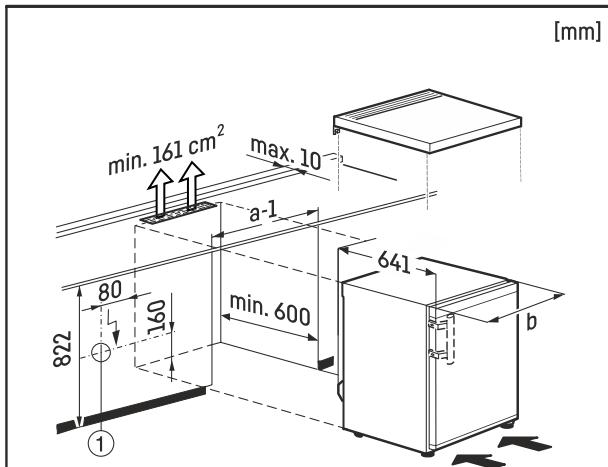

Fig. 9
Розетка Fig. 9 (1) має бути розташована в легкодоступному місці, за межами задньої сторони пристрію.